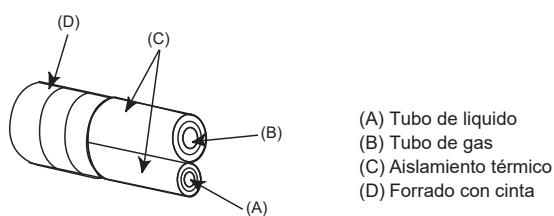

Fig. 4-1
(A) (Fig. 4-1)
(B) (Fig. 4-1)
4.2. Tubos de conexión (Fig. 4-1) (Fig. 4-2)
Si se utilizan tubos de cobre convencionales, aísle los tubos de gas y líquido separadamente con materiales aislantes (resistente al calor hasta 100 °C, 212 °F o más, espesor de 12 mm 1/2 pulgadas o más). (Fig. 4-1)